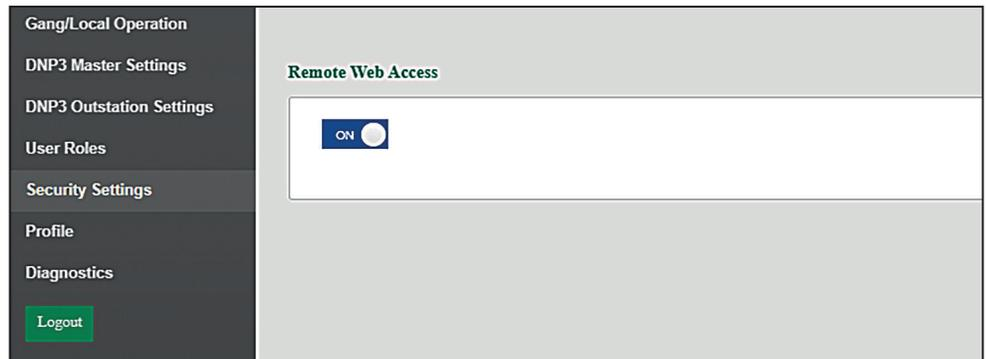

Figura 69. El selector deslizante del Remote Web Access.
PASO 2. En la pantalla *Security Settings (Ajustes de Seguridad)*, la función **Remote Web Access** debe ser configurada a la posición **On**. Vea la Figura 69.